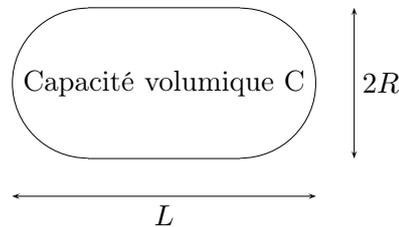

FIGURE 2.4 – Citerne à fioul.
**Exercice 12.** Une citerne à fioul de capacité volumique  $C$  est constituée d'un tronçon central cylindrique encadré de deux extrémités hémisphériques comme illustré à la figure 2.4. La notice porte la mention : **Pose en zone inondable: prévoir 4 points d'ancrage dans un socle en béton.**